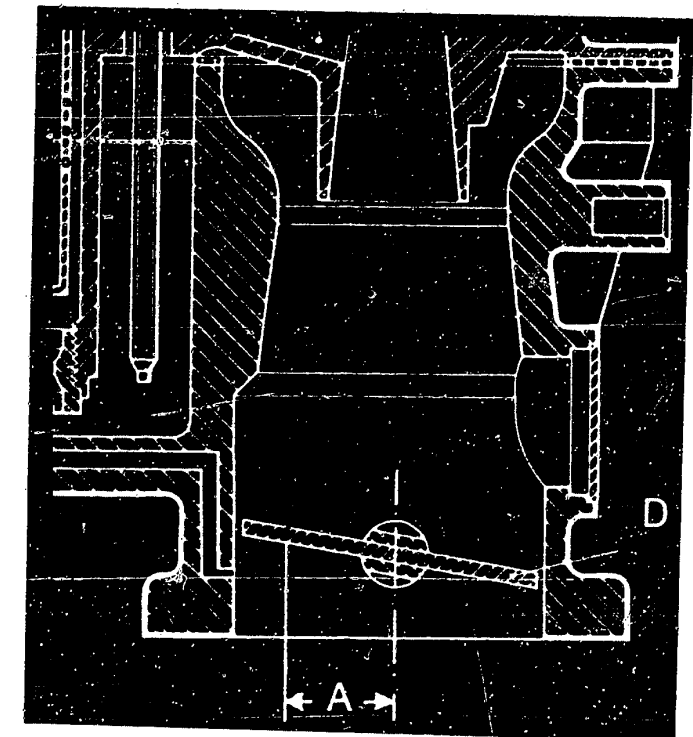

Bild 19 Im Abstand A = 13 mm von der Drosselklappenwelle entfernt liegt der Punkt, wo mit der Messuhr der Hub der Drosselklappe (D) ermittelt wird.
a) Bei ausgebautem Vergaser: Der Starterhebel muss in Leerlaufstellung sein. Dann wird die Drosselklappenanschlagschraube herausgeschraubt, bis sie nicht mehr anliegt, und der Messpunkt auf der Drosselklappe (Bild 19) eingezeichnet. Nach mehrmaliger Betätigung der Drosselklappe wird die Messvorrichtung angebracht und die Messuhr beim bezeichneten Punkt auf «0» geeicht. Nun wird die Klappe mit der Anschlagschraube geöffnet, bis die Messuhr 0,6...0,7 mm (resp. 0,65...0,75 mm für 1,3-I-Version) anzeigt.